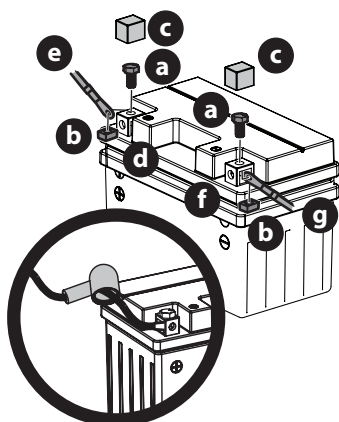

Figure 18
1. Retirez les boulons hexagonaux (a) et les écrous carrés (b) situés à l'extrémité du faisceau de fils électrique ou dans le sac avec ce manuel. Gardez la quincaillerie pour utilisation ultérieure (Figure 18).
2. Enlevez le couvercle en plastique (c), si équipé, de la borne positive (d) de la batterie et attachez le câble rouge (e) à la borne positive (b) de la batterie avec le boulon (a) et l'écrou carré (b) retirés à l'étape 1. Utiliser un tournevis Philips (Figure 18).
3. Placez la gaine en caoutchouc rouge au-dessus de la borne positive de la batterie pour aider à la protéger contre la corrosion. Voir l'encadré dans Figure 18.
4. Enlevez le couvercle en plastique (c), si équipé, de la borne négative de la batterie (f) et attachez le câble noir (g) à la borne négative de la batterie (f) avec le boulon (a) et l'écrou carré (b) (Figure 18).